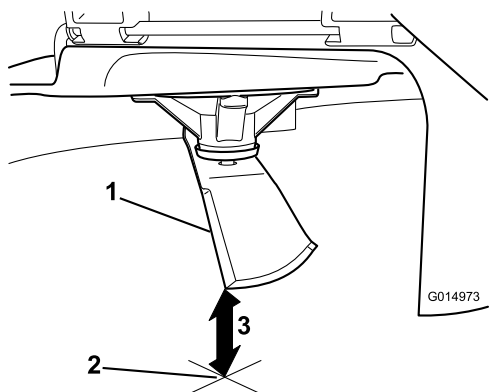

Figuur 59
4. Draai hetzelfde mes 180 graden, zodat de maairand aan de andere kant nu in dezelfde stand staat (Figuur 59).